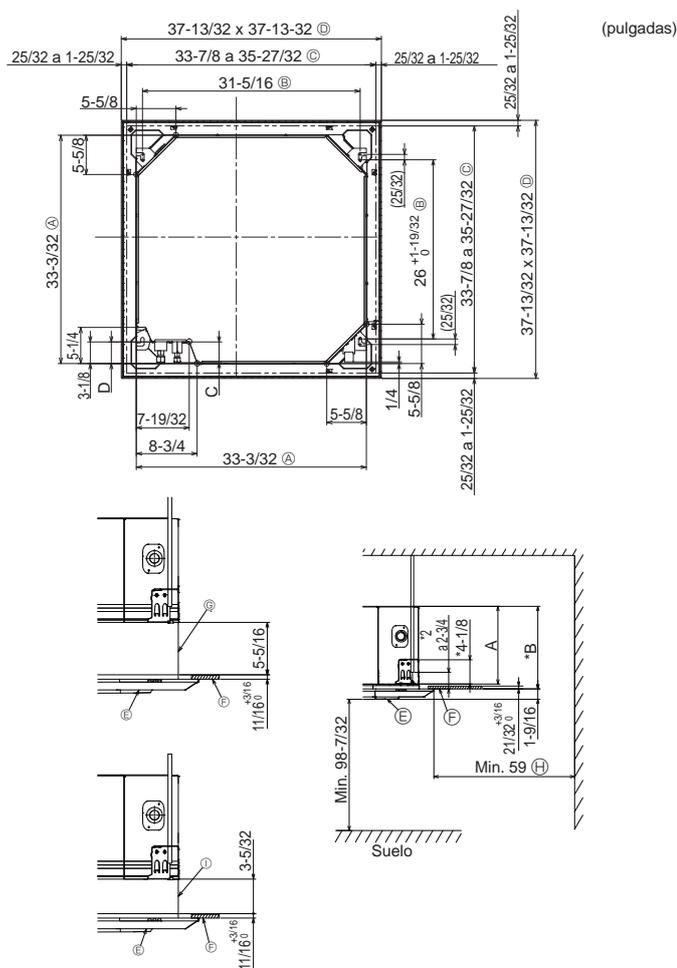

Fig. 2-2
2.2. Apertura del techo y ubicación de los tornillos de suspensión (Fig. 2-2)
- * Las dimensiones de la apertura del techo pueden ajustarse dentro de los valores indicados en Fig. 2-2; centre la unidad principal en la apertura asegurándose de que los lados opuestos respectivos alrededor de la apertura sean idénticos.
- (A) Lado exterior de la unidad principal (E) Rejilla (I) Flujo total 3D (opción)
- (B) Paso del tornillo (F) Techo
- (C) Apertura en el techo (G) Caja multifuncional (opcional)
- (D) Lado exterior de la rejilla (H) Toda la periferia